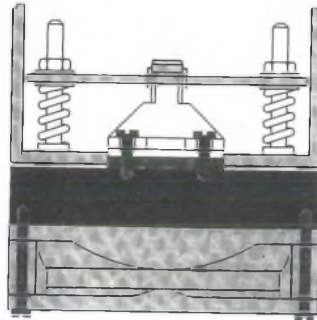

Figure 16 : bague
Le plan de la **figure 16** présente les dimensions d'une bague d'adaptation en aluminium destinée à tout télescope standard doté d'un **porte-oculaire de 31,75 mm**. La réalisation de cette pièce peu complexe pourra être confiée à un atelier de mécanique qui possède un tour. Préciser à la commande que la tolérance du diamètre de 31,75 mm est de  $\pm 0,1$  mm.
nombreuses. Il faudra donc faire réaliser une bague spécialement adaptée au microscope que vous utilisez, sachant que la base de cet accessoire sera conforme à l'illustration de la figure 16.
- mise en place d'un filtre optique associé à un joint torique dans la bague d'adaptation (**figure 16**). Le joint doit être placé contre le boîtier.